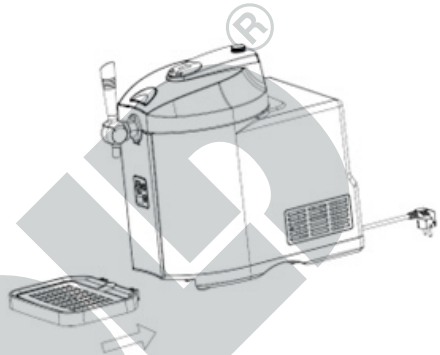

Abb. 2
7. Setzen Sie das Abtropfgitter in die Abtropfschale. Schieben Sie anschließend die Abtropfschale unten in das Gerät bis sie fest sitzt. (Abb. 2).